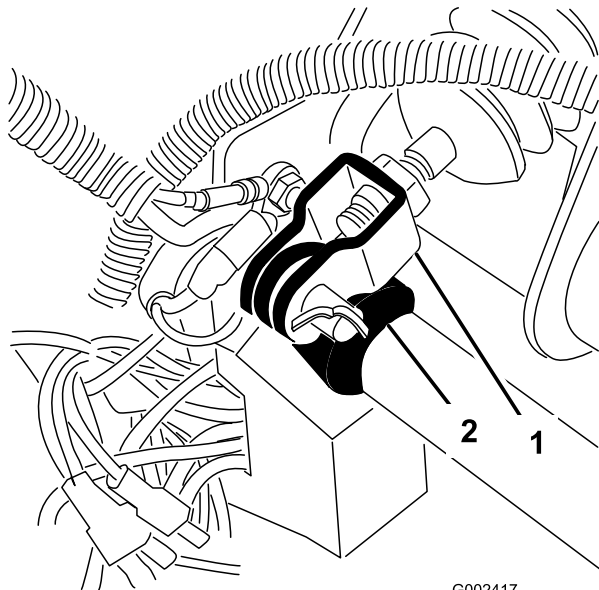

図 60
1. マスターシリンダのヨークをブレーキペダルのピボットに固定しているコッターピンとクレビスピンを取る 図 60。